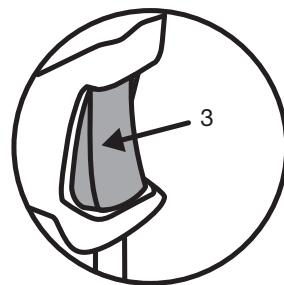

Figure 2
3. Enfoncer la gâchette et la relâcher pour confirmer la sélection (Fig. 2).